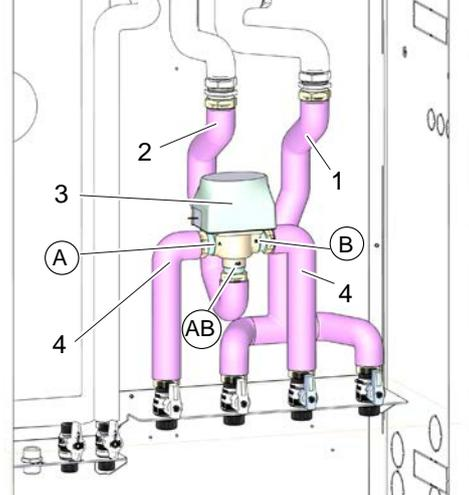

fig. 57 -
- tubazione 3841U200 (part. 1 "fig. 57 -")
- tubazione 3841U180 (part. 2 "fig. 57 -")
- valvola deviatrice (part. 3 "fig. 57 -") avendo cura di montarla con le lettere stampate sul corpo come indicato in "fig. 57 -"
- tubazioni 3841U190 (part. 4 "fig. 57 -")